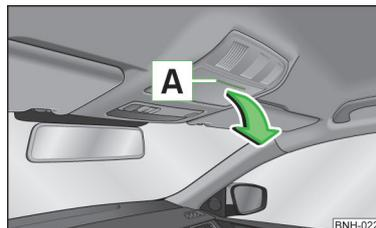

Abb. 69
- Auf den Deckel des Brillenfachs im Bereich **A** » Abb. 69 drücken.
- Den Deckel des Brillenfachs entgegen der Pfeilrichtung schwenken » Abb. 69, bis er hörbar einrastet.